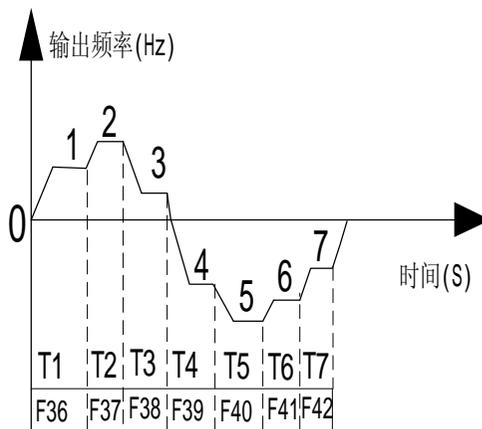

图 5-10 程序运行逻辑图
- ┃ 若要清除已运行时间，可将程序运行模式选择功能代码 F43 的内容值重新存入一次，或在输入端子功能选择功能代码 F67=4 时，X1 端子产生一个开和关动作。程序运行过程如图 5-10 所示。